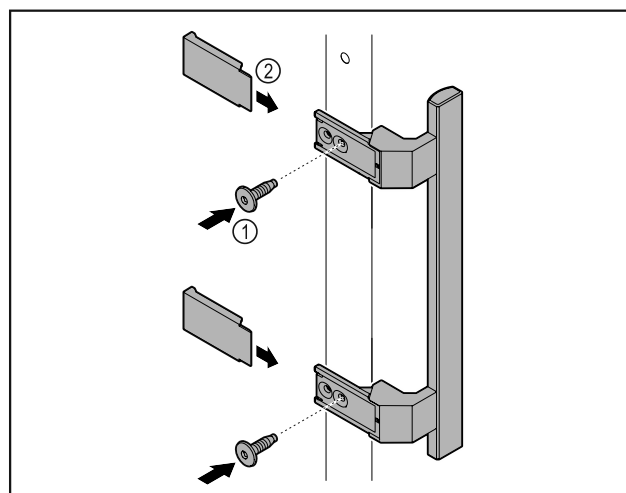

Fig. 5
- Szerelje fel az ajtóra a kilincset a csomagban található csavarok Fig. 5 (1) segítségével.
- Helyezze fel a fedelet Fig. 5 (2).